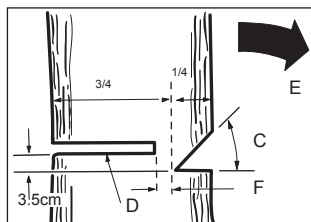

FIG. 1
- Normalement, l'abattage consiste en deux coupes principales, l'entaille (C fig.1) puis la coupe (D fig.1) nécessaire à la chute de l'arbre.
- Commencer avec l'entaille supérieure (C) sur le côté de l'arbre en direction de la chute (E)
- L'entaille doit avoir une profondeur approximative (F) du quart du diamètre du tronc.
- Après l'entaille, effectuer la coupe (D) de l'autre côté de l'arbre à 3-5 cm au-dessus du niveau de l'entaille (fig 1).